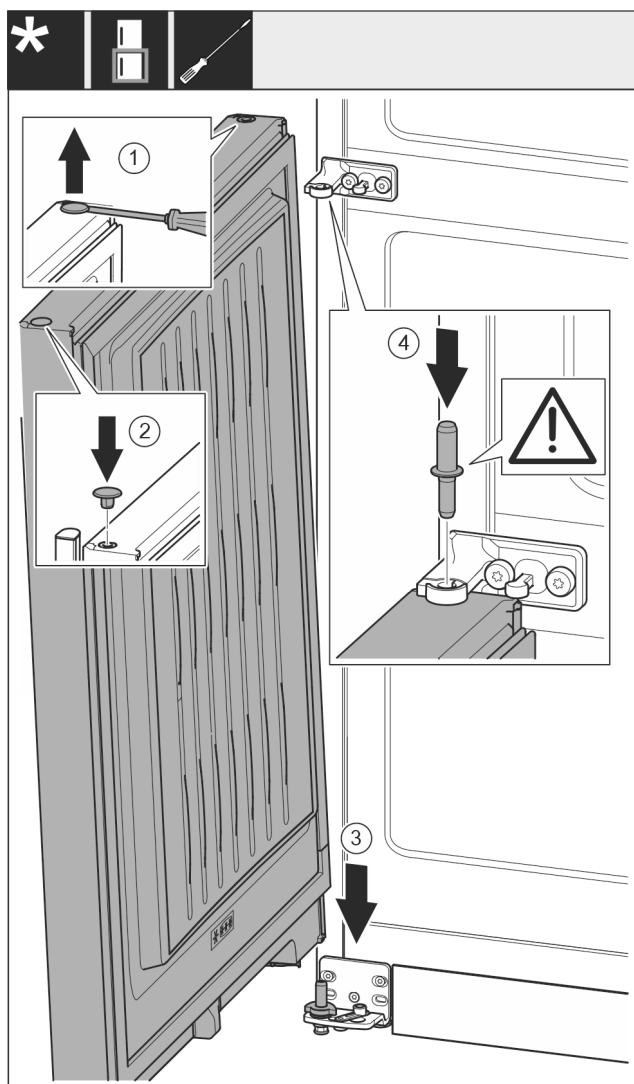

Fig. 20
- ▶ Podważyć ostrożnie zatyczkę Fig. 20 (1) przy pomocy śrubokręta i wyjąć.
- ▶ Założyć zatyczkę Fig. 20 (2) ponownie z drugiej strony drzwi.
- ▶ Założyć drzwi Fig. 20 (3) od góry na dolny trzpień zawiasu.
- ▶ Przełożyć środkowy trzpień zawiasu Fig. 20 (4) przez środkową płytkę zawiasu, wkładając go w dolne drzwi. Zwrócić przy tym uwagę, by krzywka zatrzaskowa wskażywała do tyłu.